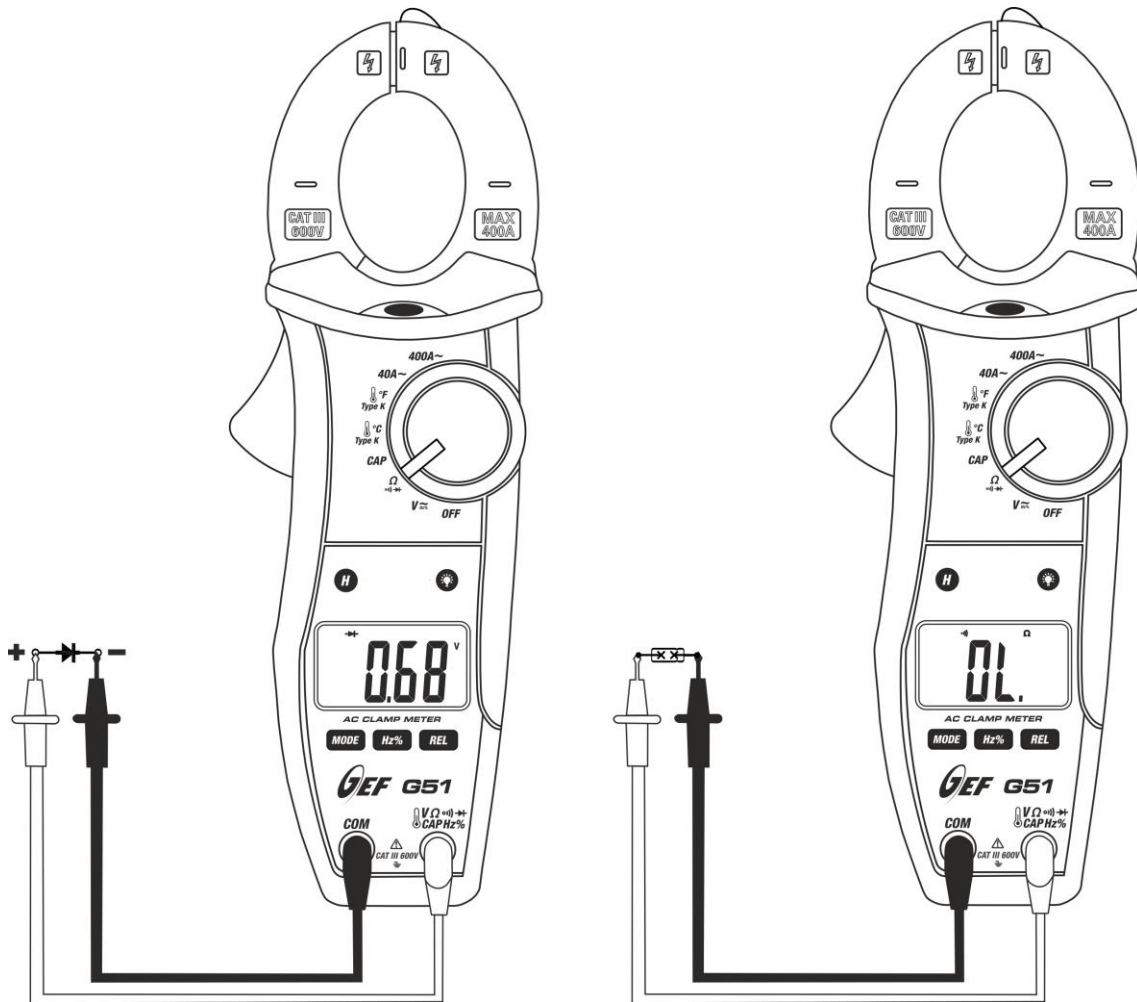

Fig. 7: Uso de la pinza para la prueba de Continuidad y Prueba de Diodos
3. Inserte el cable rojo en el terminal de entrada  $\rightarrow \Omega$ ”)  $\rightarrow$  CAPHz% y el cable negro en el terminal de entrada **COM** y efectúe la prueba de continuidad sobre el objeto en prueba (vea Fig. 7 – parte derecha). El indicador acústico emite una señal acústica cuando el valor de la resistencia medida es inferior a aproximadamente 150 $\Omega$
5. Conecte la punta roja al ánodo del diodo y la punta negra al cátodo en caso de medida de polarización directa (vea Fig. 7 – parte izquierda). Invierta la posición de las puntas de prueba en caso de medida de polarización inversa